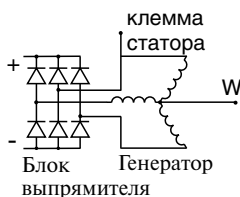

Рис. 4
**Дизельный двигатель с генератором имеющим W выход** - желтый провод выведите под капот и подключите к клемме W. Рис. 4.
**Дизельный двигатель с генератором не имеющим W выхода** - желтый провод выведите под капот и подключите на один из выводов обмоток статора до выпрямительных диодов. Рис. 4.